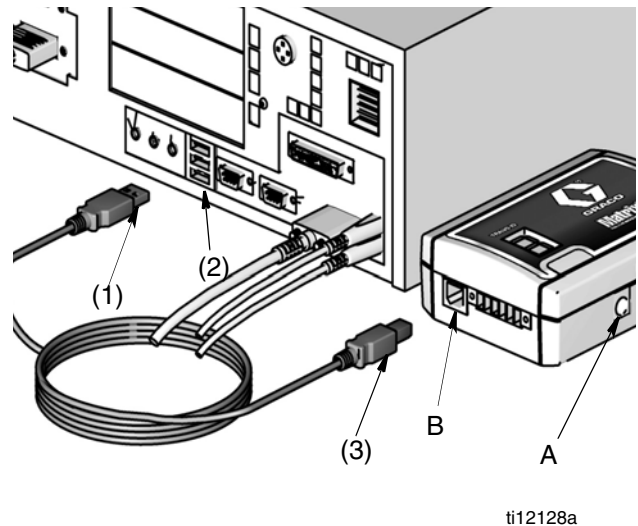

FIG. 5
- La interconexión 'Plug and Play' con un **Cable USB** (bus serial universal) se recomienda para distancias de cableado hasta 16,4 pies (5 metros) entre el transceptor y el ordenador de matriz. Véase FIG. 5, (B).
Cable USB 'Plug and Play' - (FIG. 5)
2. Conecte el extremo redondo del transformador de energía eléctrica en la entrada de corriente del transceptor (A) (FIG. 5) primero y a continuación conecte el enchufe del transformador en una fuente de corriente de 120 - 240 VCA puesta a tierra.